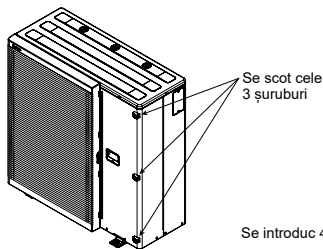

Fig. 6-1
1. Se scot cele 3 șuruburi fixate pe placa frontală a unității. (Fig. 6-1)